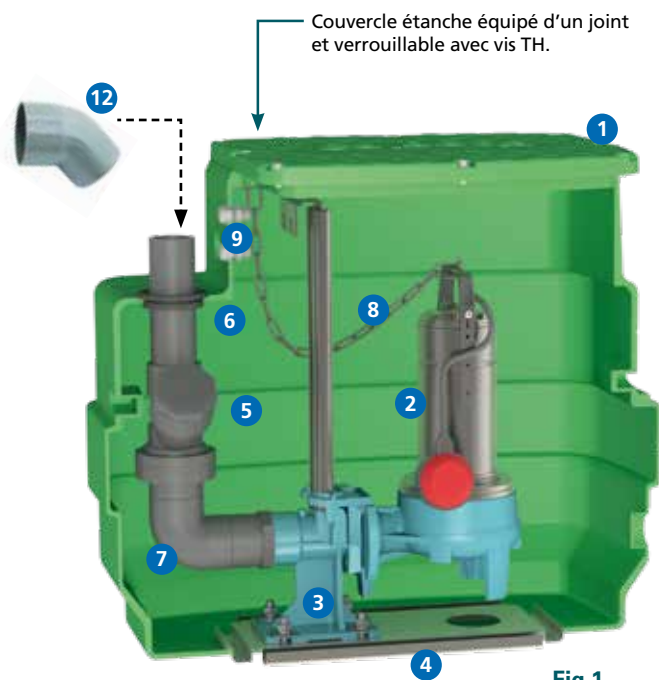

Fig.1
- Selon l'orientation et la hauteur de l'arrivée de l'effluent, percer la cuve dans la zone prévue à cet effet avec une scie cloche Ø 108 réf. SCH-108 (non fournie). Monter le joint lèvres Ø 100 (Rep.13 - Fig.1) et installer le coude PVC (Rep.13 - Fig.1) en le tournant d'1/4 de tour afin d'envoyer l'effluent contre la paroi de la cuve pour éviter les remous. Raccorder le tuyau PVC Ø 100 d'arrivée de l'effluent (non fourni) en le collant dans le coude PVC (Rep.13 - Fig.1) avec la colle réf. COL (non fournie).
- Raccorder le coude de sortie en PVC Ø 63 (Rep.11 - Fig.1) sur le refoulement du poste et la vanne d'arrêt en PVC Ø 63 (Rep.10 - Fig.1) sur le coude de sortie, avec la colle réf. COL (non fournie).
- Raccorder le kit de sortie (Rep.12 - Fig.1) sur le poste en collant le raccord PVC du kit à la vanne d'arrêt en PVC Ø 63, toujours avec la colle réf. COL (non fournie). Raccorder ensuite le tuyau de refoulement PVC ou PEHD Ø 63 (non fourni) sur le raccord compression du kit de sortie de poste.
- Pour créer une ventilation, percer la cuve à la scie cloche Ø 60 réf. SCH-60 (non fournie), monter le joint lèvres et le raccord (Rep.15 - Fig.1) et raccorder le tuyau de ventilation Ø 50 (non fourni).
- Raccorder la prise mâle 230V-2P+T **Rep.16 - Fig.1** sur le câble de la pompe après avoir passer celui-ci dans le presse étoupe **Rep.9 - Fig.1**.
Ne jamais monter la prise 230V-2P+T **Rep.16 - Fig.1 à l'intérieur de la cuve, utiliser le connecteur **RST3 Rep.17 - Fig.1** pour allonger le câble d'alimentation si la distance de raccordement excède 20m. (voir raccordement d'étanchéité).**
Installation du connecteur **RST3 Rep. 16 - Fig.1** à l'intérieur du poste lorsque la distance de raccordement à l'alimentation électrique 230V + T excède 20 m.
- Vérifier que la boule du clapet anti-retour **Rep.5 - Fig.1** ne soit pas bloquée dans son logement par l'accumulation de matière, pour cela dévisser la partie haute du clapet et procéder à un contrôle visuel.